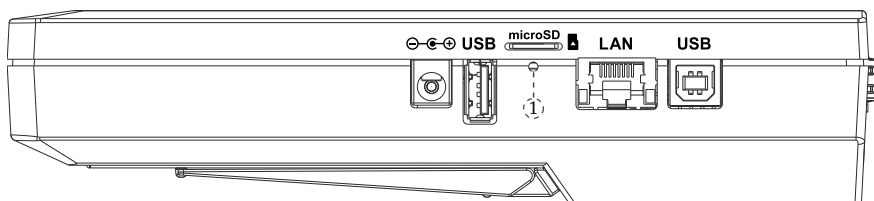

Рис. 4.6. Боковая панель прибора Беркут-ЕТ
3. Подключить блок питания к разъёму питания прибора (см. рис. 4.6), а затем к электрической розетке. После подключения загорается индикатор «Power» (см. раздел 4.6).